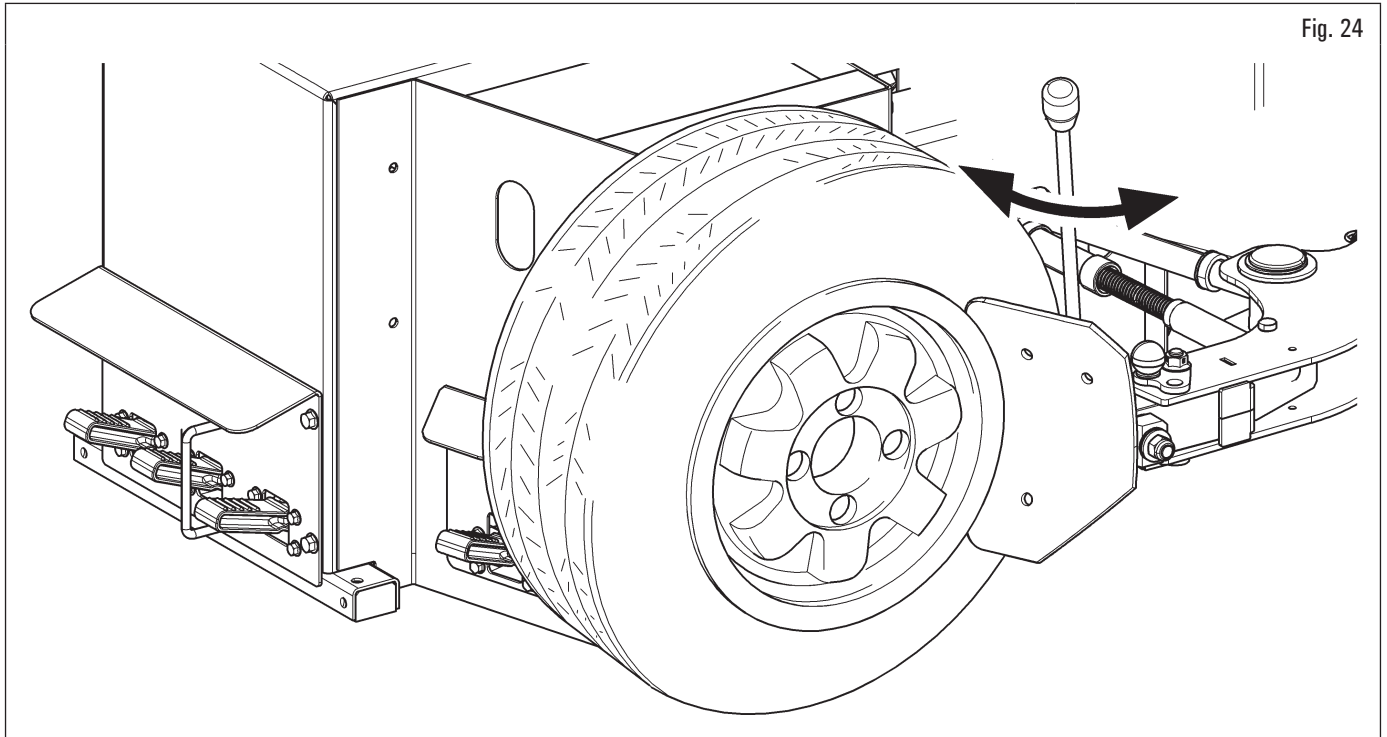

Fig. 24
1. posizionare la ruota come indicato in Fig. 24 ed avvicinare la paletta stallonatore al bordo del cerchio;